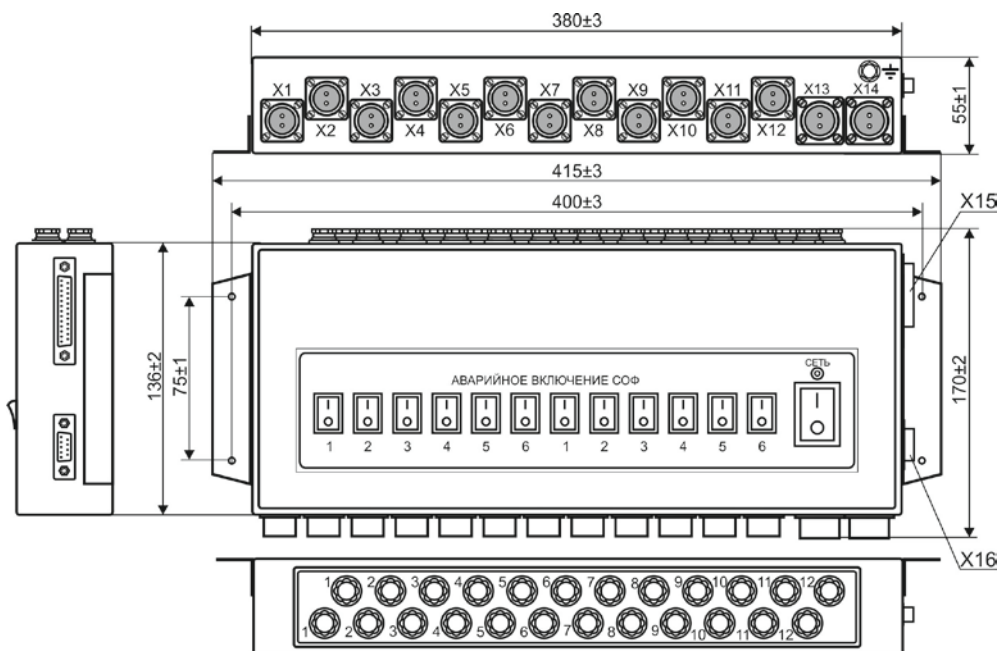

Рис. 1
- а) системный блок (рис.1) – 415x170x55 (мм);